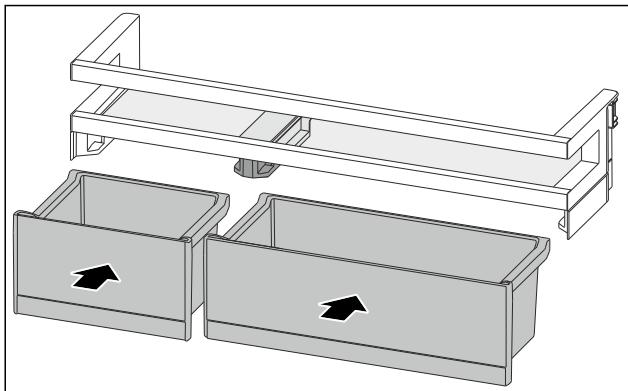

Fig. 117
- ▶ Installer les VarioBoxs dans l'agencement inverse. (voir Fig. 117)